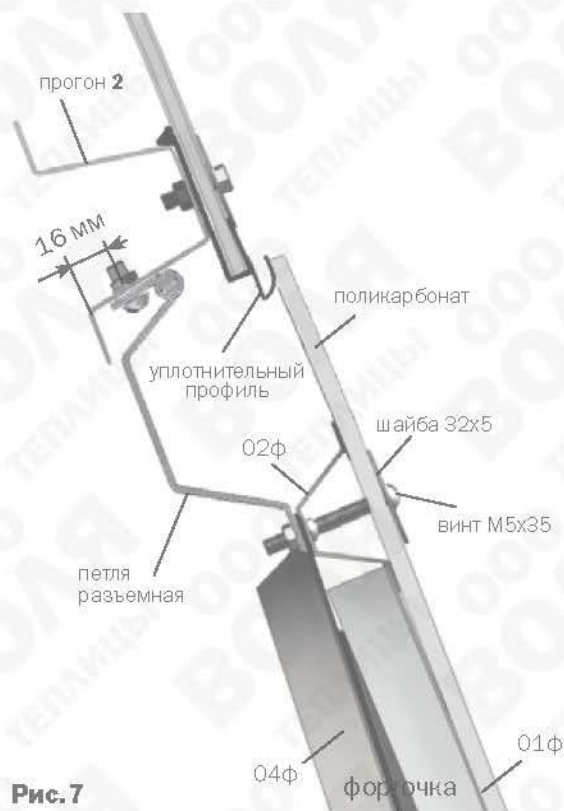

Рис.7
7. Приложить форточку к окну, разметить отверстия под петли и затем просверлить 4 отверстия на прогоне (рис.7).